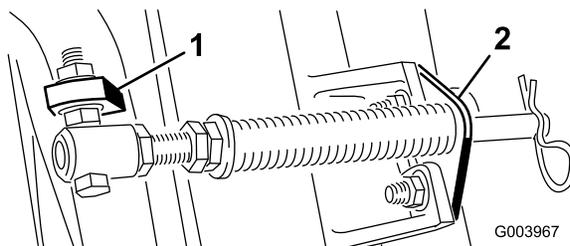

**Figura 10**
- A. Togliete i due bulloni a testa tonda e i dadi che fissano la staffa dell'asta alle alette degli elementi di taglio (Figura 10).
- B. Rimuovete il dado flangiato che fissa il bullone del tubo della molla all'aletta del telaio portante (Figura 10)